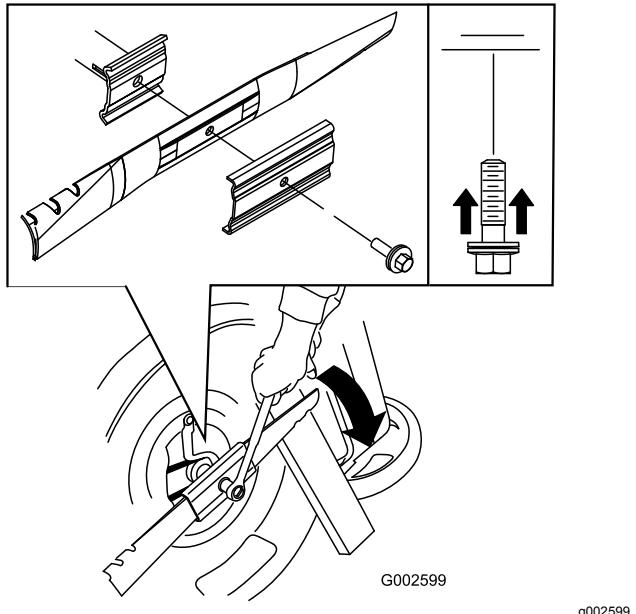

Figure 25
- Montez la lame neuve (tournez le boulon dans le sens horaire) ainsi que toutes les fixations (Figure 25).